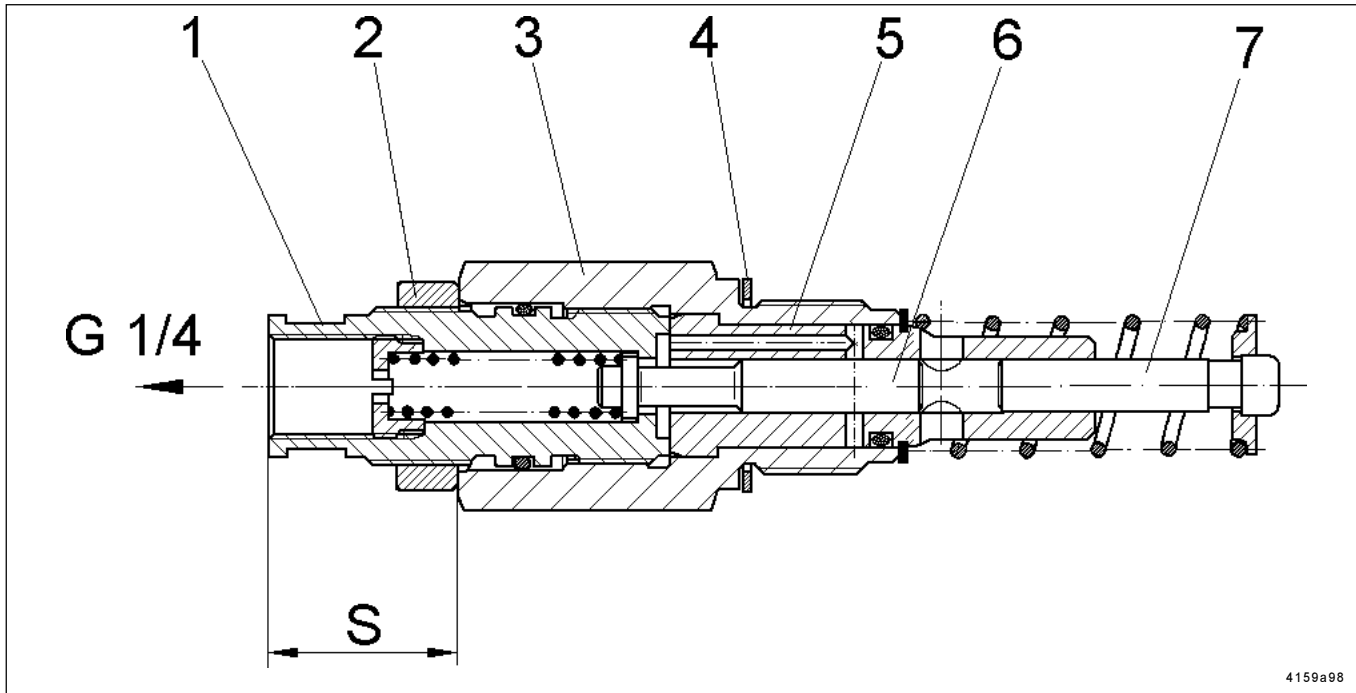
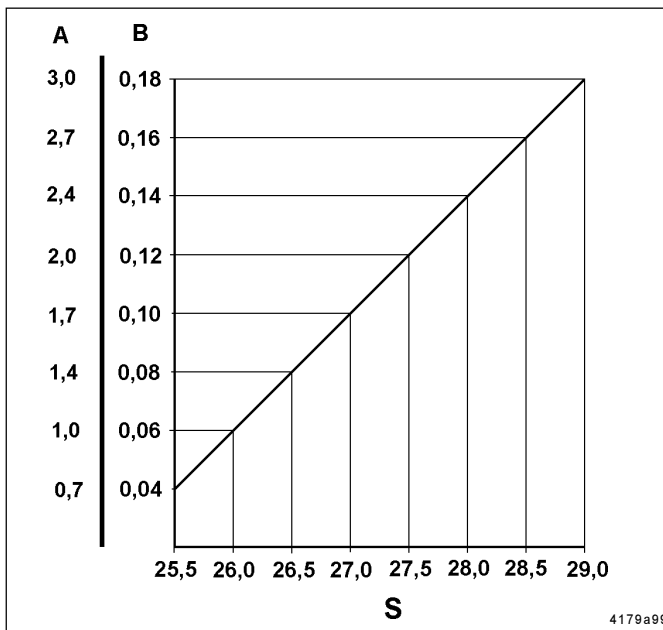

Abb. 10 - Schnittbild regulierbares Pumpenelement
Abb. 11- Förderdiagramm
- * Kontermutter (2, Abb. 10) lockern, dabei den Pumpenelementkörper (3) mit einem Schraubenschlüssel festhalten.
- * Regulierspindel (1) mit einem Schraubenschlüssel verstellen, siehe Förderdiagramm (Abb. 11)
- * Das Maß „S“ in Abb. 10 kann in Abhängigkeit von der gewünschten Fördermenge in Abb. 11 ermittelt werden.
- * Regulierspindel (1, Abb. 10) aus Pumpenelementkörper (3) herausschrauben bis „S“ ca. 30 mm.
- * Kontermutter (2) auf den Anschlag an der Regulierspindel (1) einschrauben.
- * Regulierspindel (1) mit Kontermutter (2) bis auf Anschlag in den Pumpenelementkörper (3) schrauben.
- * Maß „S“ auf gewünschten Wert entsprechend dem Förderdiagramm (Abb. 11) einstellen.